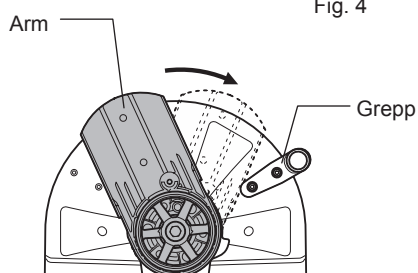

Fig. 4
- Vrid armen tills den kommer i kontakt med greppet och sätt tillbaka spindellåset för hand i dess ursprungliga läge. (Fig. 4)